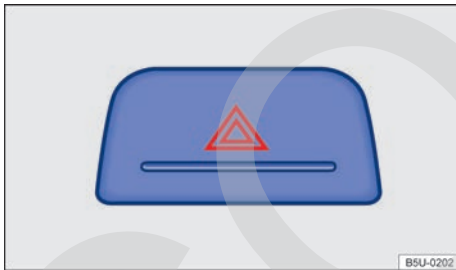

Fig. 149 En la parte superior de la consola central: interruptor de las luces de advertencia.
2. Conectar las luces de advertencia con el interruptor  ⇒ fig. 149.
Las luces de advertencia también pueden desconectarse al presionar el interruptor  en el panel de instrumentos => fig. 149.